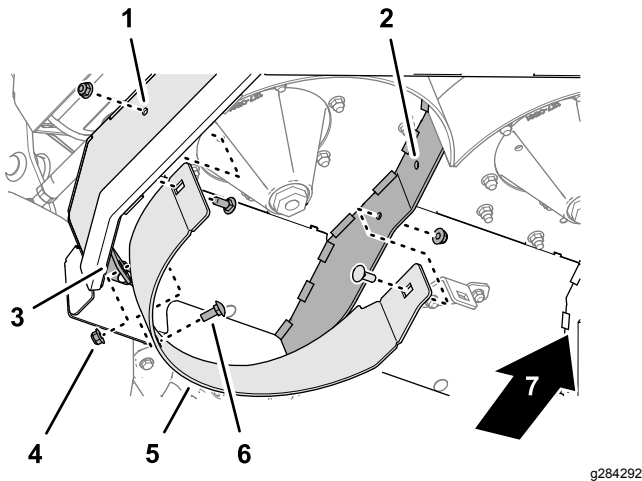

Bild 22
1. Richten Sie die Bohrungen im rechten Ablenkblech mit der Bohrung in der rechten Seitenplatte des Mähwerks, der Bohrung in der mittleren/rechten Ablenkblechstütze und der Bohrung in der rechten Trennwand aus, wie in Bild 22 dargestellt.
2. Montieren Sie das rechte Ablenkblech die Seitenplatte des Mähwerks, der Ablenkblechstütze und der Trennwand (Bild 22) mit drei Schlossschrauben ($\frac{3}{8}$ " x 1") und drei Sicherungsbundmuttern ($\frac{3}{8}$ ").